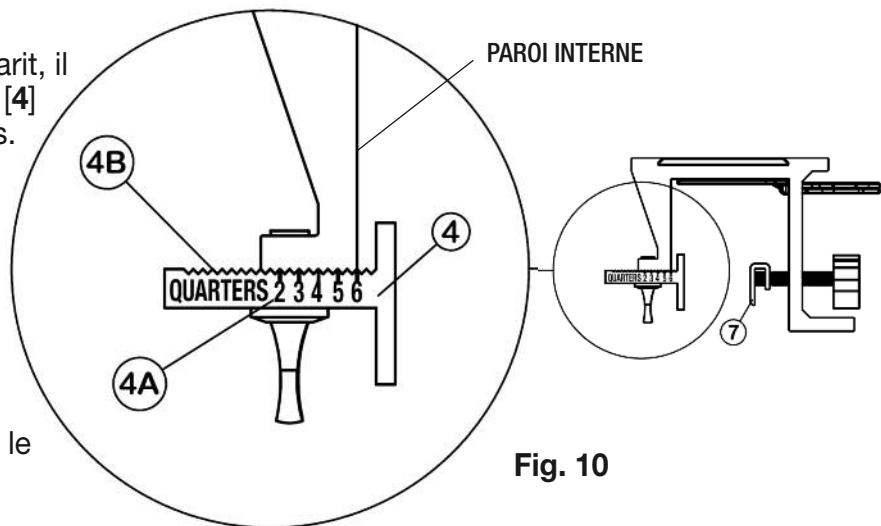

Fig. 10
- Pour centrer le bois dans le gabarit, il faut ajuster la barre de centrage [4] (fig. 10) selon l'épaisseur du bois.